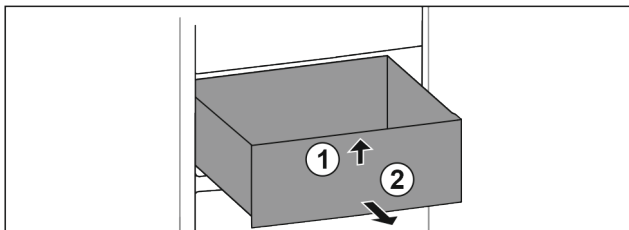

Fig. 81
- ▶ Lade aan de voorkant optillen. Fig. 81 (1)
- ▶ Lade naar voren toe verwijderen. Fig. 81 (2)